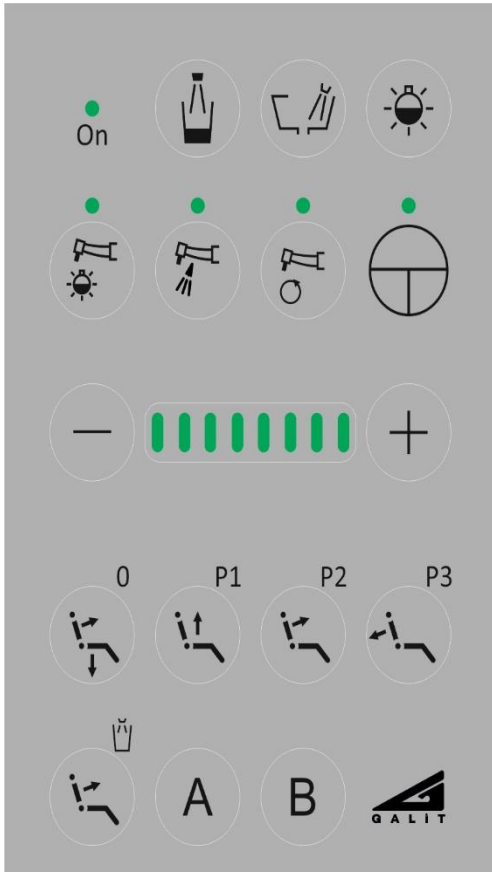

Рисунок 5.1.1 Пульт керування блоку лікаря GALLANT
- при короткочасному натисканні **кнопки наповнення склянки**  на пульті блоку інструментів лікаря (Рисунок 5.1.1) або на пульті асистента (для виконань з пультом асистента) - вода поступає в склянку протягом 3 сек. При повторному натисканні кнопки пульта керування раніше 3 сек. подача води в склянку припиняється;
- при короткочасному натисканні **кнопки змиву чаші**  на пульті блоку інструментів лікаря (Рисунок 5.1.1.) або на пульті асистента (для виконань з пультом асистента) – здійснюється змив чаші на протязі (10-12) сек. При повторному натисканні кнопки пульта керування раніше (10-12) сек. змив чаші припиняється.